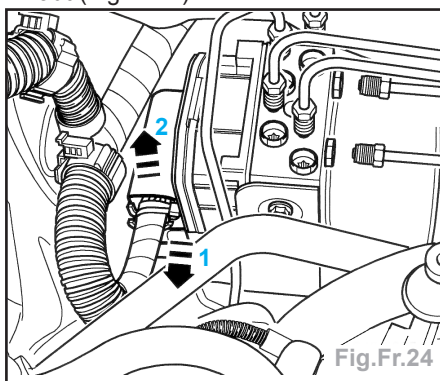

Fig.Fr.24
- Déverrouiller la fiche multiple (flèche 1) et la débrancher de l'appareil de commande (flèche 2) en la tirant vers le haut (Fig.Fr.24).